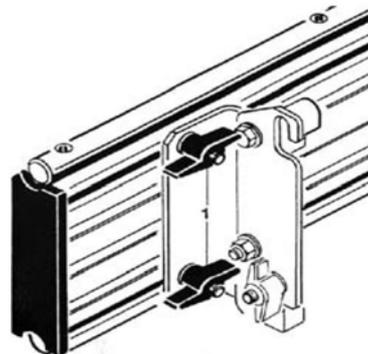

Abb. 22: Gleitschiene einstellen
Schritt 1: Lösen Sie die beiden Flügelmuttern an der linken und der rechten Halterung (Abb. 22).